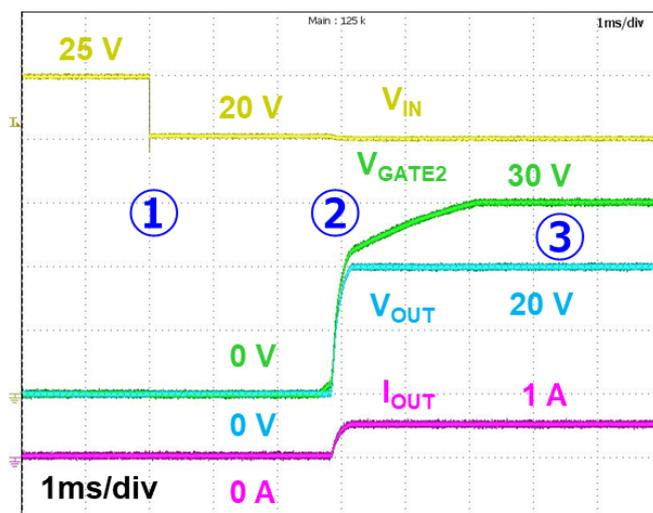

図 7.7 過電圧保護復帰動作 (TCK421G、VGATE2)
図 7.7 は過電圧保護機能からの復帰動作です。VIN が VIN_OVLO より下回り正常動作範囲に戻ると (①)、一定時間後に VGATE2 および VOUT が上昇を開始 (②)、VGS が 10 V をキープするように間欠動作を行います (③)。この一連の復帰動作における、VIN が正常動作範囲に戻ってから VGATE が上昇するまでのターンオン時間は、tON と同等です。